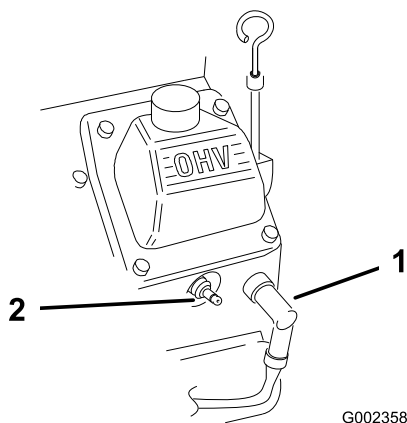

Figure 51
2. Débranchez les bougies (Figure 51).